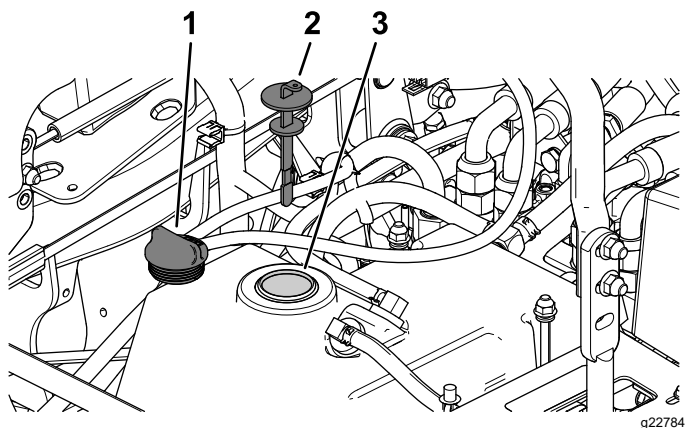

Bild 61
5. Nehmen Sie den Deckel des Hydraulikbehälters ab (Bild 61).
6. Nehmen Sie den Peilstab heraus und wischen Sie ihn mit einem sauberen Lappen ab (Bild 61).